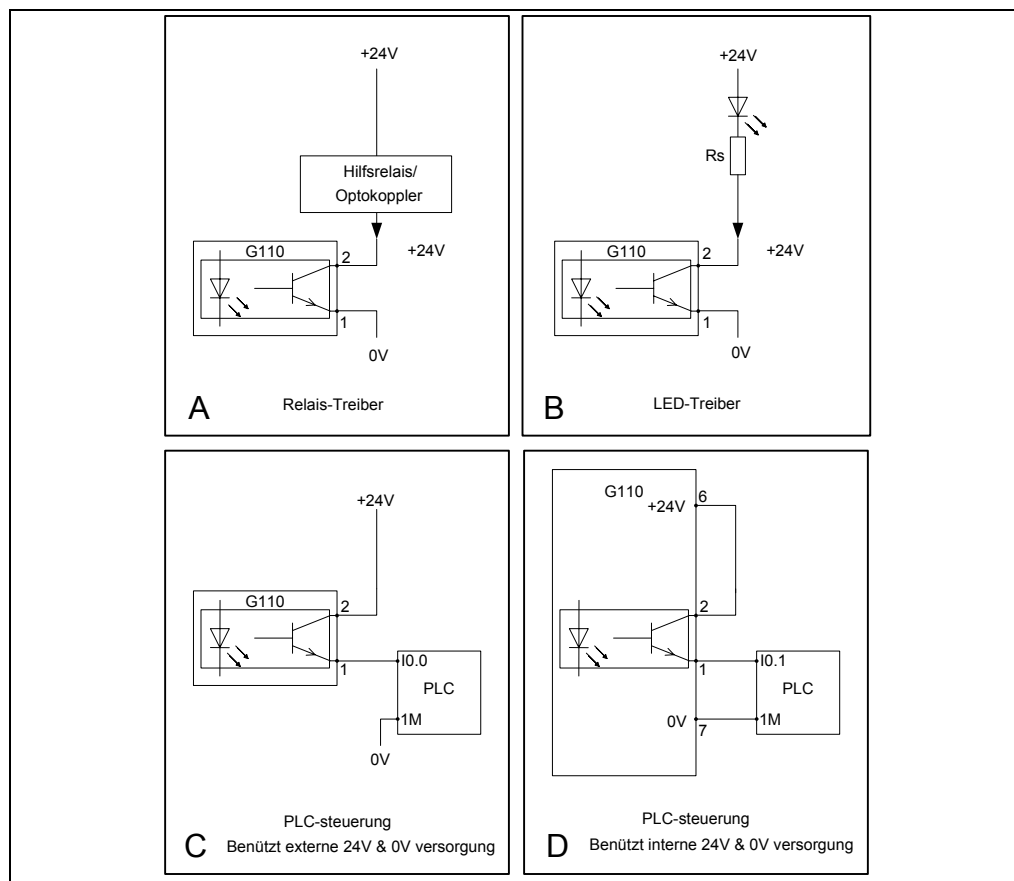

Bild 3-8 Typische Konfigurationen des digitalen Ausgangs
Er kann eingesetzt werden, um eine Warnleuchte (LED), siehe Bild 3-8 (B) oder ein Hilfsrelais, siehe Bild 3-8 (A) anzusteuern – vorausgesetzt, dass die Anschluss-Werte nicht überschritten werden.
Da der digitale Eingang einer SPS hochohmig ist, kann der digitale Ausgang des Umrichters unter Verwendung der internen Stromversorgung von Klemme 6 (siehe Bild 3-8 (D)) an die SPS angeschlossen werden.
Es kann auch eine externe 24 V-Stromversorgung (siehe Bild 3-8) benutzt werden.
Bild 3-8 unten zeigt einige typische Konfigurationen.